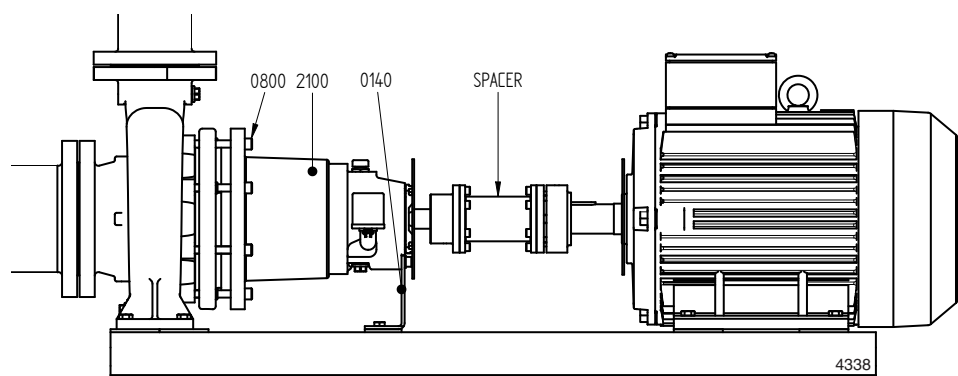

Bild 9: Back Pull Out-principen.
- 3 Lossa lagerhustödet (0140) från bottenplattan (se bild 9).